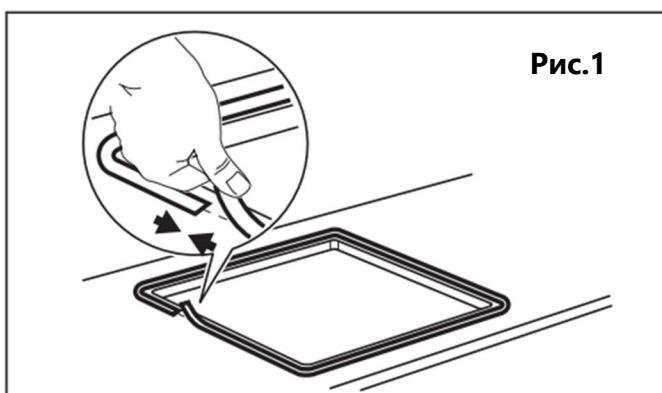

Рис.1
3. Проложите по периметру прибора уплотнитель, поставляемый в комплекте, на углах прибора уплотнителя должно быть больше, чем на остальном периметре (рис.1) .